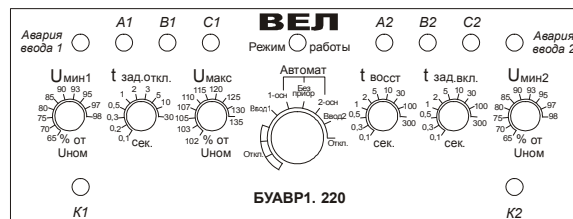

Рис. 2 Расположение органов управления и индикации БУАВР1
4.3. Расположения органов управления и индикации БУАВР1 приведены на рис. 2.
- 4.6. Переключение режимов работы производится с помощью 10-позиционного переключателя, находящегося на передней панели, рис.2. Для удобства контроля режимов работы БУАВР1 при запуске и эксплуатации, предусмотрена светодиодная индикация режимов работы с помощью многоцветного светодиода «Режим работы», рис.2. Описание режимов работы БУАВР1 и соответствие индикации приведены в таблице 1.